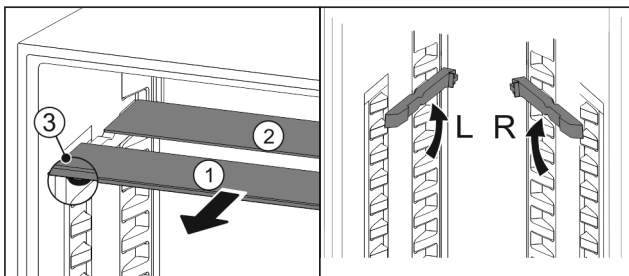

Fig. 118
- Húzza ki Fig. 118 (1) előre az üveglapokat egyesével.
- Az üveglap Fig. 118 (1) a díszléccel előre néz.
- Az ütközők Fig. 118 (3) lefelé mutatnak.